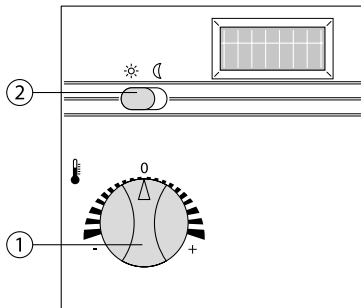

Fig. 31: Bedienung des Funk-Raumtemperaturreglers
- Vor der endgültigen Montage des Funk-Raumtemperaturreglers testen, ob eine Funkverbindung besteht. Dazu den Drehknopf (Fig. 31, Pos. 1) voll nach links bzw. rechts drehen und beobachten, ob die Pumpe reagiert. Eine Reaktionszeit von bis zu 100 s ist dabei normal. Die ordnungsgemäße Funktion der Heatfixx Pumpe wird über die Status-LED (Fig. 12, Pos. b) angezeigt; diese leuchtet permanent, solange die Pumpe in Betrieb ist.
Die gewünschte Raumtemperatur wird am Drehknopf eingestellt (Fig. 31, Pos. 1). Die Nullstellung entspricht 21 °C. Über den Drehknopf kann die Solltemperatur verändert werden im Bereich von ca. +16 °C bis +26 °C (Rechtsdrehung: ... Erhöhung der Temperatur um bis zu 5 K) (Linksdrehung: Absenkung der Temperatur um bis zu 5 K)
Über den Schiebeschalter (Fig. 31, Pos. 2) kann zwischen Tagbetrieb (Stellung ☀) und Nachtbetrieb (Stellung ☾) gewechselt werden. Im Nachtbetrieb wird die am Drehknopf eingestellte Solltemperatur auf 17°C abgesenkt (unabhängig vom eingestellten Sollwert).